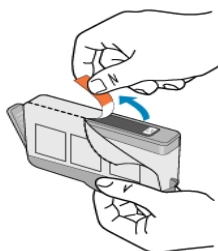

Рисунок 9 – извлечение картриджа из упаковки
- 4) Извлечь новый картридж из упаковки. Для этого потянуть пленку за оранжевый край, чтобы снять пластиковую упаковку с картриджа (рисунок 9).